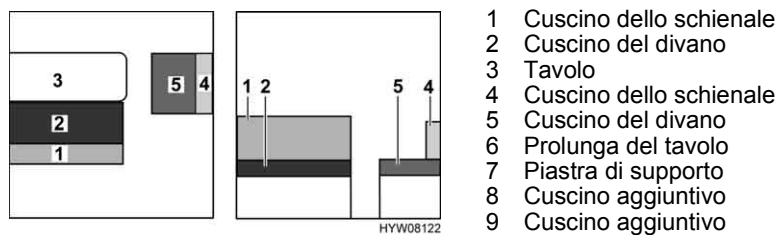

Fig. 114 Prima della trasformazione
- Allungare il tavolo (Fig. 114,3) e trasformare il tavolo sospeso allungato in struttura di supporto letto (vedi paragrafo 6.7).
- Tirare il cuscino del divano del sedile (Fig. 114,2) in avanti.
- Tirare il cuscino del sedile longitudinale (Fig. 114,5) in avanti sul tavolo.